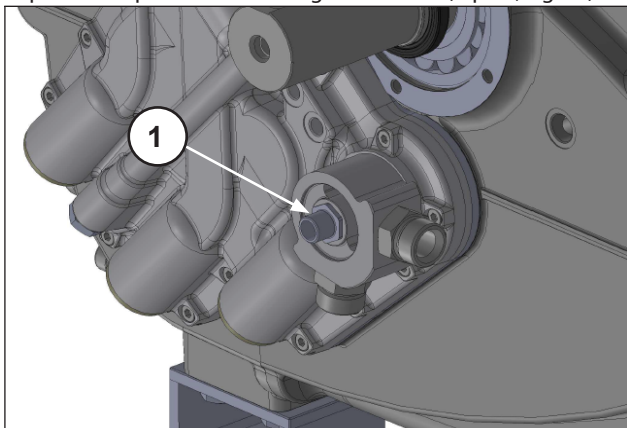
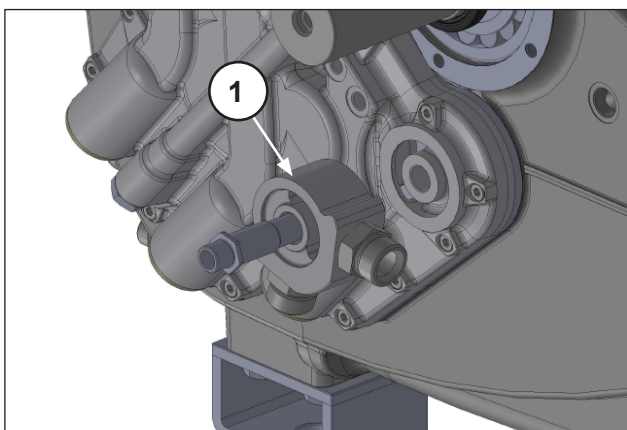

Fig. 19
Fig. 20
Dévisser le raccord échangeur du filtre à huile (rep. ①, Fig. 19) et déposer l'adaptateur de l'échangeur air/huile (rep. ①, Fig. 20).